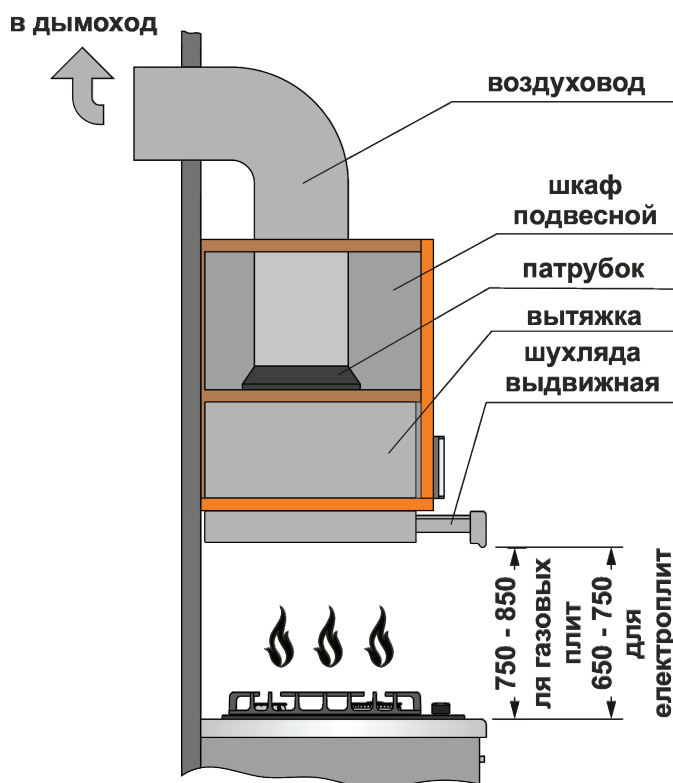
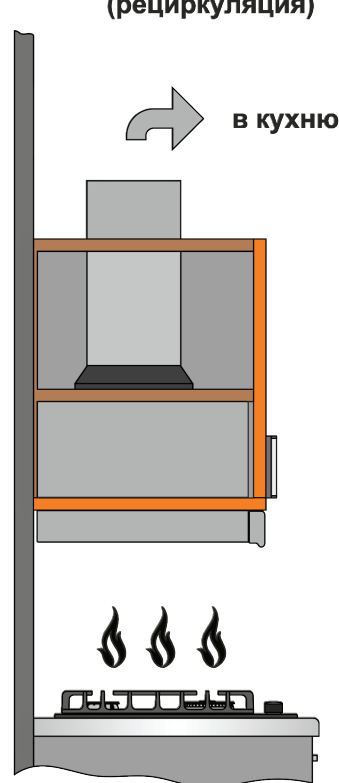

Рис.1
Рис.2
4.5 При монтаже вытяжки на необходимой установочной **высоте Н** над плитой (**рис.1**) для отвода воздуха в вентиляционный канал используйте воздуховод **Ø150 x Ø120мм**. Меньший диаметр создаст дополнительное сопротивление воздуху, что приведет к увеличению шума и вибрации, а также к перегреву двигателя.
5.2 В зависимости от схемы установки вытяжка работает в двух вариантах (**рис.1 / рис.2**):
Напоминаем, что высота установки вытяжки над электроплитами должна быть не меньше 650мм, а над газовыми - не меньше 750мм (рис.1).
6.4 Прежде чем приступить к сверлению отверстий под крепежные изделия, необходимо провести для них разметку на стене. Для этого изготовьте бумажный шаблон с координатами отверстий, приложите шаблон к нижней полке мебельного гарнитура на необходимой высоте, которая указана выше, и уровняйте его по уровню (рис.1).